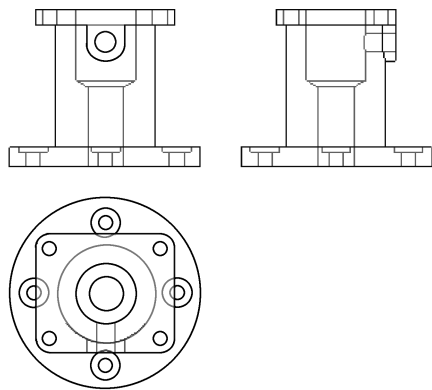
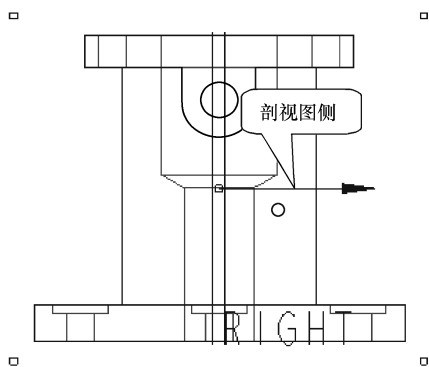

图 10-145 创建三视图
图 10-146 定义半剖视图
(7) 在【视图管理器】对话框中，单击【关闭】按钮，关闭对话框。
(8) 单击【文件】工具栏中的【保存】按钮, 保存文件。
(9) 新建工程图文件，名称为“liti10-8. drw”，自动设置“liti10-8. prt”作为缺省模型，选择“……\ 例题\ 第 10 章\ a3h. drw”作为模板，进入工程图界面。
(10) 按照前面讲述的方法创建主视图、左视图和俯视图，如图 10-145 所示。
(11) 双击主视图，弹出【绘图视图】对话框，在【类别】列表中选择【截面】选项，在【剖面选项】选项组中单击【2D 剖面】单选按钮。
(12) 单击【将横截面添加到视图】按钮, 在出现的【名称】列表中选择“A”。
(13) 在【剖切区域】列表中选择“一半”，其后的【参照】收集器被激活，在主视图中选择“RIGHT”基准面作为半剖的参照，图形区将被剖掉的一侧出现红色箭头，如图 10-146 所示。